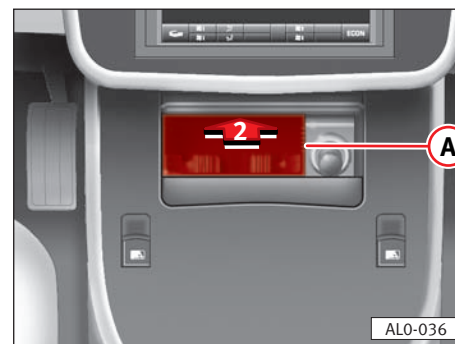

Fig. 119
Para cerrar el cenicero, presionar brevemente en el sentido de la flecha ②, el cenicero se cierra automáticamente por la fuerza del muelle ⇒ fig. 119. ■
Tirar de la cazoleta ① hacia arriba, hasta su extracción ⇒ fig. 119.
Introducir la cazoleta ① y presionar hasta que quede perfectamente encajada ⇒ fig. 119. ■